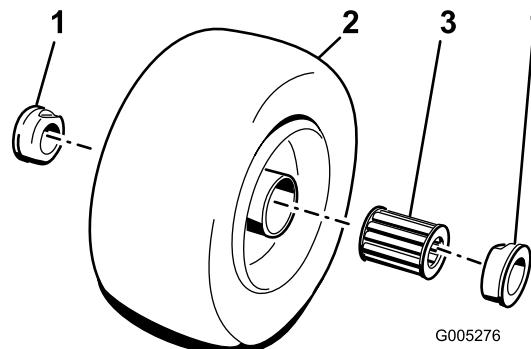

図 19
2. ホイールのハブから外側ベアリングを1個外してインナーベアリングを取り出す落ちてくる図 19。ホイールハブの反対側にあるベアリングを取り。